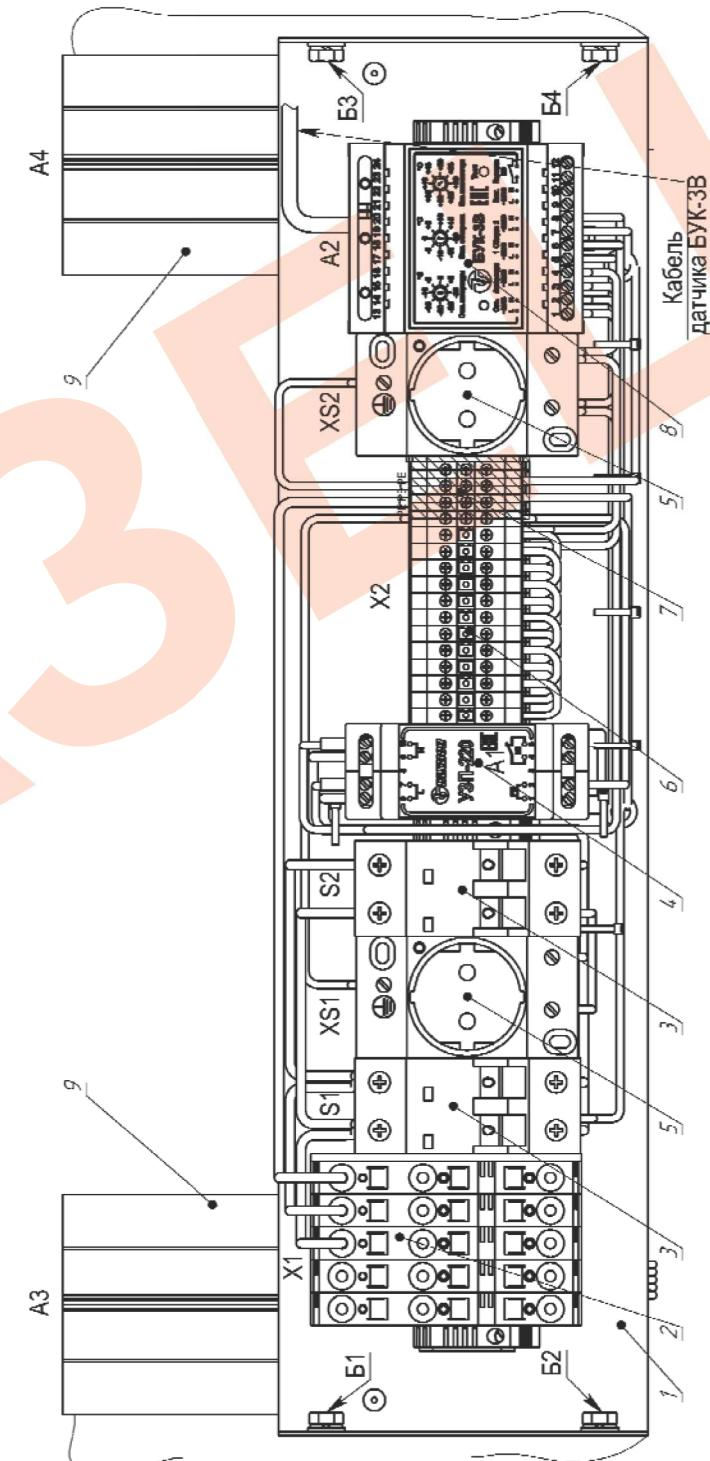

Рис.3 Устройство панели управления.
Состав панели управления (рис.3):
2. Открыть переднюю дверь термошкафа, демонтировать панель управления, выкрутив болты Б1-Б4 (рис.3).